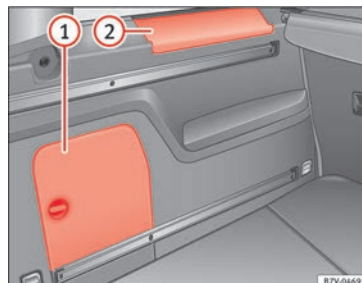

Abb. 186 Im Gepäckraum: seitliches Ablagefach
Seitlich im Gepäckraum befinden sich weitere Ablagefächer » **Abb. 186** ① und ②. Zum